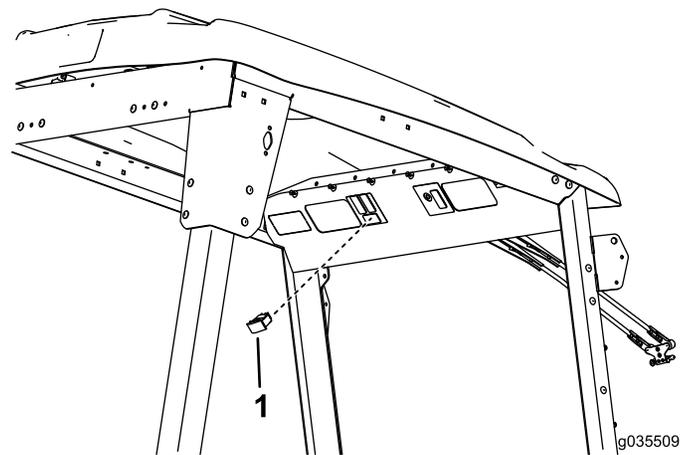

Bild 12
2. Suchen Sie den Stecker im vorhandenen Kabelbaum und schließen den Schalter am Stecker an (Bild 12).